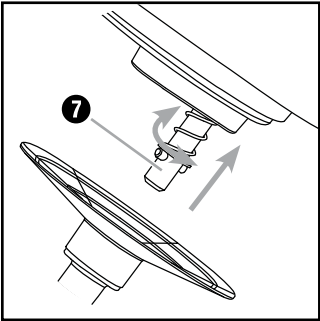

Fig. 1 Montagem dos acessórios
- 4) Monte, de acordo com o trabalho a realizar, o amassador 10, o batedor de claras 11 ou o misturador 12 sobre o eixo de acionamento 7 (Fig. 1):